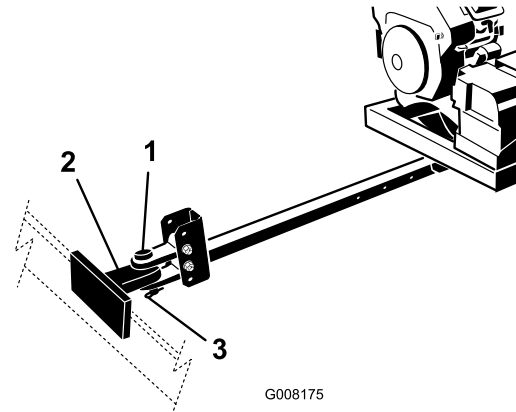

Figura 5
4. Conecte la horquilla de enganche del soplador al enganche del vehículo de remolcado con un pasador de enganche y un pasador de seguridad (Figura 5).